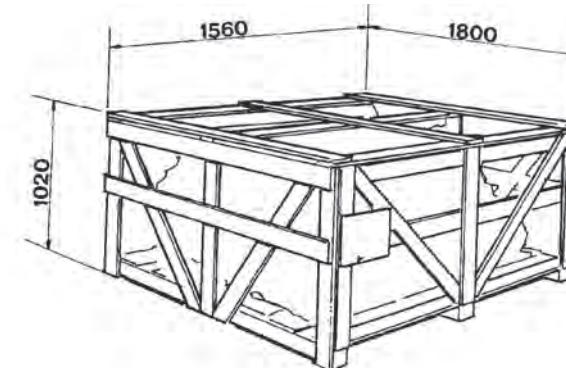

fig.14
**DISIMBALLO (fig.14)**
Al ricevimento della macchina (fig.14) togliere l'imballo (facendo attenzione al distacco delle regette) ed assicurarsi dell'integrità della macchina controllando che non vi siano parti visibilmente danneggiate. In caso di dubbio non utilizzare la macchina e rivolgersi a personale professionalmente qualificato e/o al proprio rivenditore.
**UNPACKING (fig.14)**
On receipt of the machine, (fig. 14) remove the packing (taking care when removing the straps) and check the machine visually for missing or damaged parts. If in doubt do not use the machine and refer to professionally qualified personnel and/or to the seller.
**DEBALLAGE (fig.14)**
A la réception de l'appareil (fig.14), ôter l'emballage (en faisant attention au détachement des feuilards) et s'assurer de l'intégrité de l'appareil en contrôlant qu'il n'y ait pas de pièces visiblement endommagées. En cas de doute, ne pas utiliser l'appareil et s'adresser à du personnel qualifié ou à son propre revendeur.
**AUSPACKEN (Abb.14)**
Bei Empfang des Geräts (Abb. 14) entfernen Sie die Verpackung (achten Sie dabei auf das Ablösen des Bandstahls) und versichern sich von dem einwandfreien Zustand des Geräts; dabei kontrollieren Sie, ob es irgendwelche sichtbar beschädigten Teile gibt. Im Zweifelsfalle sehen Sie bitte von der Inbetriebnahme des Geräts ab und wenden sich an qualifiziertes Fachpersonal und/oder an ihre Verkaufsstelle.
**DESEMBALEAJE (fig.14)**
Cuando se reciba la máquina (Fig. 14) quitar el embalaje (sacando bien los flejes) y comprobar la integridad de la máquina controlando que todas sus partes estén íntegras.